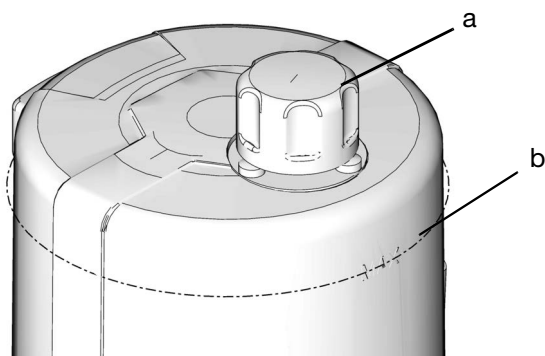

Рис. 10
- Не переполняйте бак (Рис. 10).